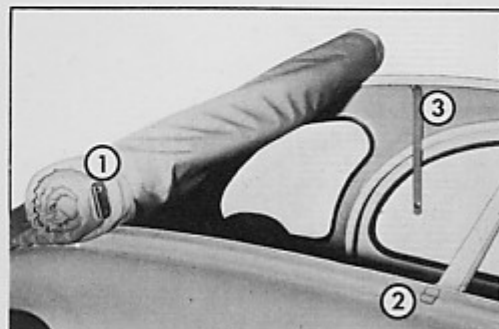

Fig. 28 - Ouverture totale de la capote
- Dégager les pattes d'attaches de la capote (Fig. 28 Rep. 1) des ergots de fixation (Rep. 2).